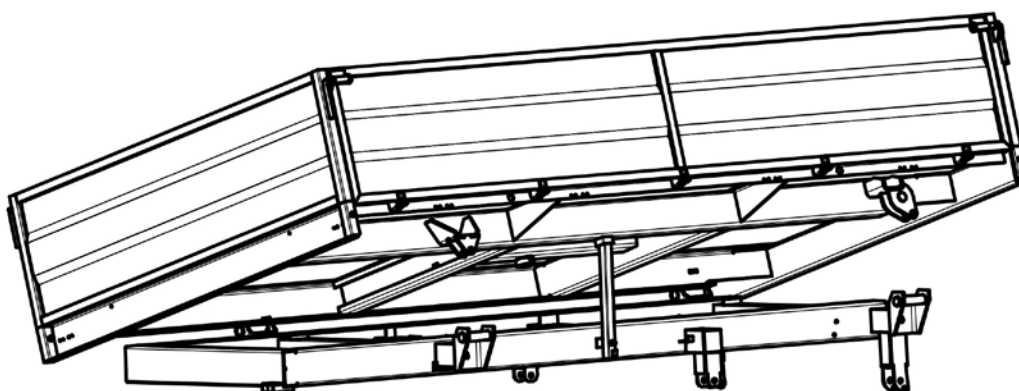

Рис. 1.5 – Стопор для фиксации платформы в откинутом положении вправо
1.4.1.2.1 Стопор фиксации платформы 2ПТС имеет положение для фиксации в откинутом положении вправо (рис.1.5) по ходу движения.